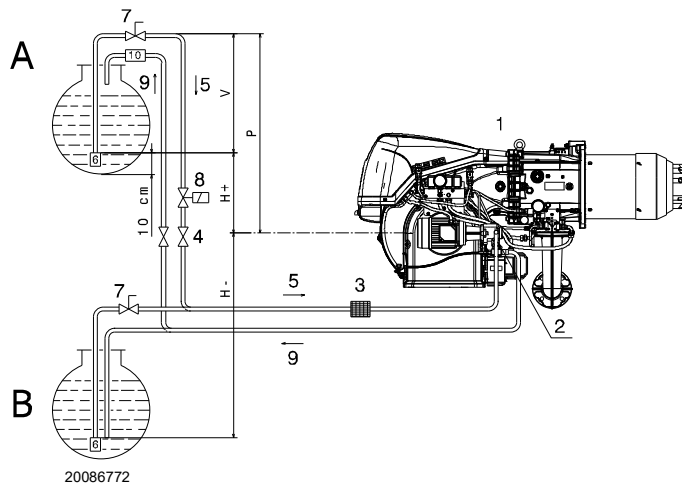

Fig. 23
**Depósito más elevado que el quemador A (Fig. 23)**
**Depósito más bajo que el quemador B (Fig. 23)**
**Leyenda (Fig. 23)**